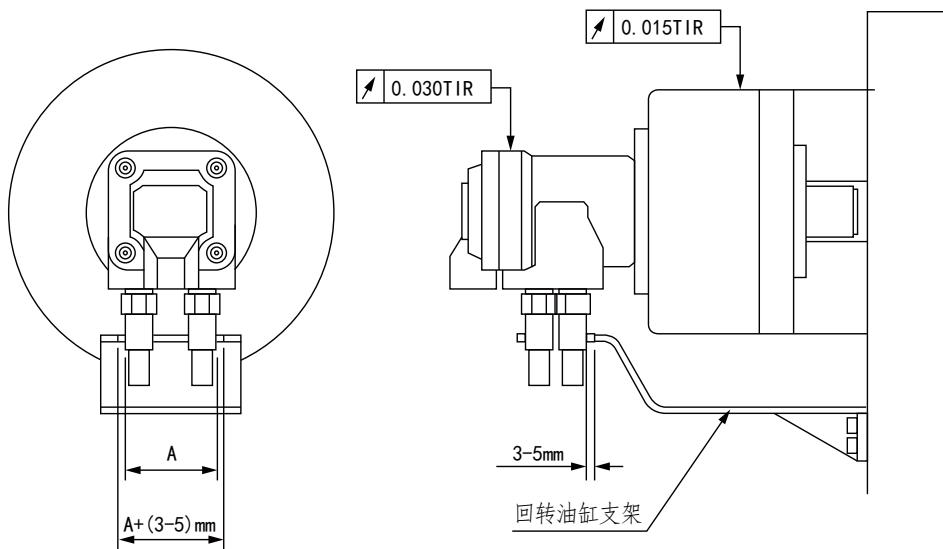

图9
- (6) 为了防止油压缸外壳旋转发生，在油口底部突起处安装一支撑架，支架固定于床身上，并保证与油管有3~5mm的间隙，如图9所示；
- (7) 油管安装前内部异物要完全清理干净，泄油管油管不要形成背压状态，且油管必须使用挠性油管，可防止应弯曲及张力而影响油压缸之动作。
- (8) 油压回路的设计师基于操作简便和安全原则，提供安全回路，以防止停电时所产危险。